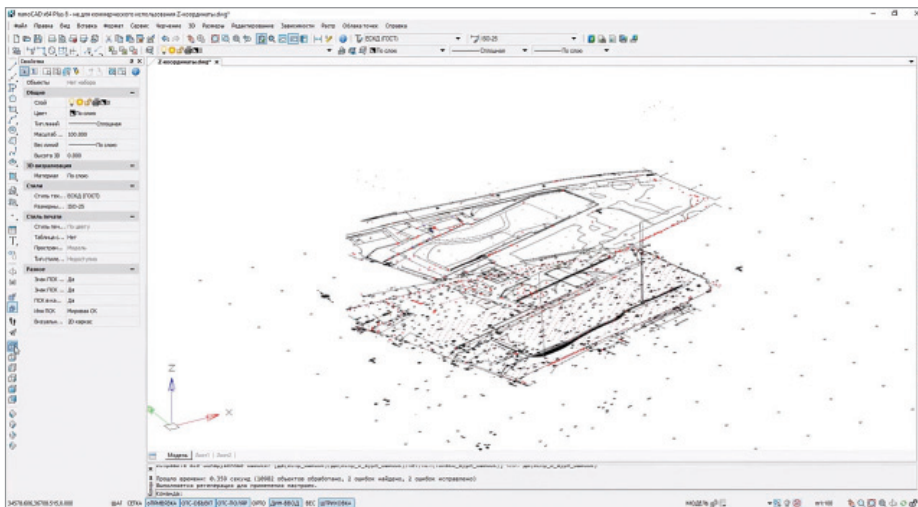

Рис. 2. Пример работы с проблемными DWG-файлами в платформе nanoCAD Plus: восстановление чертежа с поврежденными z-координатами
- Оплачивание z-координат объектов: утилита, которая позволяет восстановить геометрически поломанные чертежи (рис. 2)². По этой проблематике три года назад я даже писал статью на Хабр: <https://habr.com/company/nanosoft/blog/250791>. Очень актуально до сих пор.